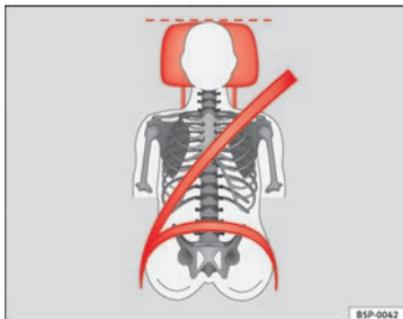

Abb. 14 Richtiges Gurtbandverlauf und richtige Kopfstützeinstellung von vorne betrachtet
- Das Schultergurtteil des Sicherheitsgurtes muss über die Schultermitte und niemals über den Hals verlaufen. Der Sicherheitsgurt muss flach und fest am Oberkörper anliegen ⇒ Abb. 14.